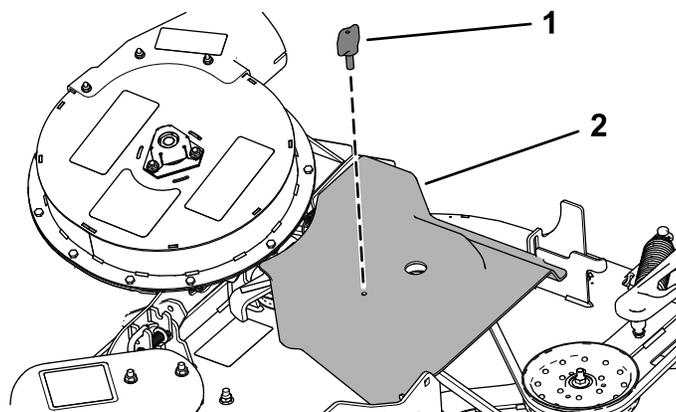

図 7
1. ベルトカバーを固定している蝶ねじを取り外す 図 7。
2. カバーを外側にずらして、カバーのエッジがデッキのフランジのフックをクリアするようにする 図 7。